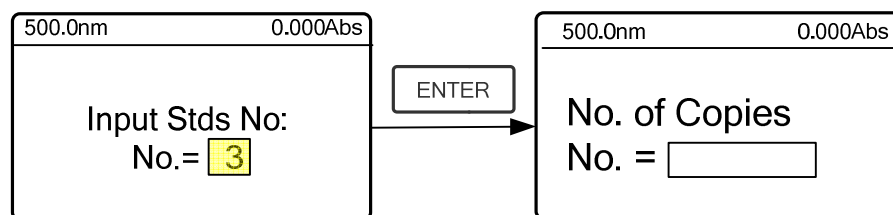

Fig. 4-11
- ★ Utilice el teclado numérico o la flecha para introducir la cantidad de muestras estándar (p. ej. hay 6 muestras estándar), a continuación presione  para confirmar. El sistema le enviará a la siguiente interfaz. (Fig. 4-11)